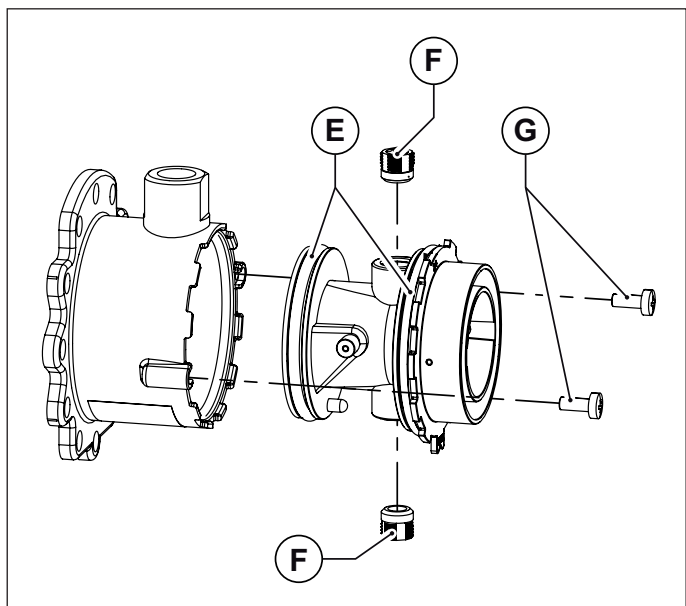

Fig. 36 Corpul din plastic al amestecătorului
- Desfaceți corpul din plastic al amestecătorului, deșurubând cele două șuruburi de fixare (vezi Fig. 36 Corpul din plastic al amestecătorului).
- Desfaceți cele două duze ale amestecătorului utilizând o cheie cu imbus de 6 mm (vezi Fig. 36 Corpul din plastic al amestecătorului).
- Montați din nou corpul din plastic (Venturi) introducându-l în amestecător și înșurubând șuruburile de fixare, având grijă să nu deteriorați garniturile inelare montate la extremitățile corpului din plastic (vezi Fig. 36 Corpul din plastic al amestecătorului) și să respectați orientarea montajului (vezi Fig. 37 Orientare pentru montaj).
- Montați amestecătorul reasamblat la ventilator cu șuruburile cu imbus, având grijă să repoziționați între amestecător și ventilator, garnitura inelară de etanșare (vezi Fig. 36 Corpul din plastic al amestecătorului).